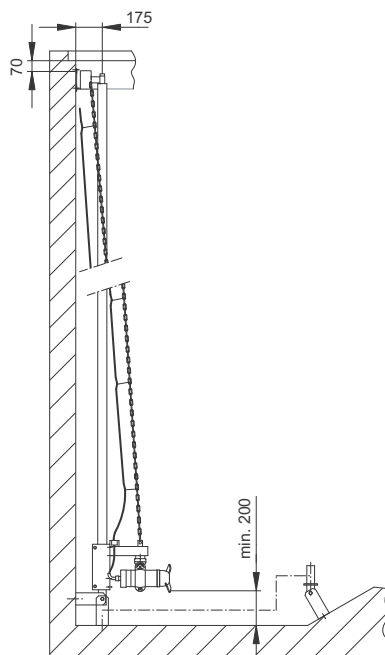

Рис. 4 Монтаж на трубе стойки
- кронштейн электродвигателя для монтажа на трубе стойки, рис. 4.